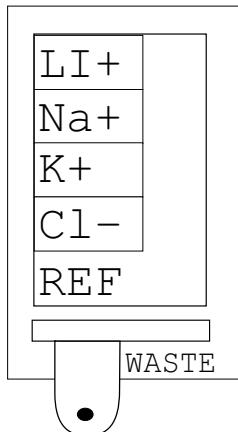

Ilustración 92 Orden de colocación de los diferentes electrodos
7. Para colocar los electrodos de nuevo, presione el botón amarillo hacia abajo e inserte primero el electrodo de referencia y luego el resto de electrodos siguiendo el orden de la Ilustración 92.